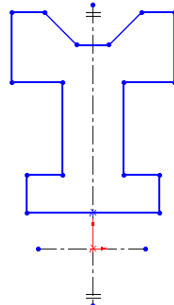
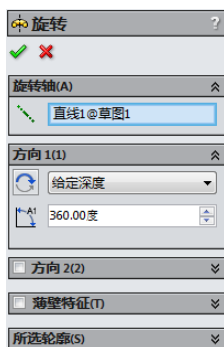

图 3-163 绘制的草图
图 3-165 “旋转”属性管理器
**07** 绘制草图。在菜单栏中选择“工具”→“草图绘制实体”→“直线”命令，绘制如图3-163所示的草图。
**09** 旋转图形。单击“特征”工具栏中的“旋转凸台/基体”图标按钮，此时系统弹出如图3-165所示的“旋转”属性管理器。在“旋转轴”一栏中，用光标选择图3-163中的